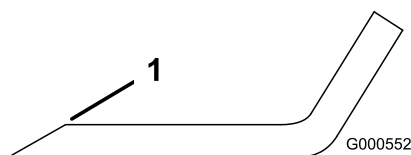

Figure 80
1. Au moyen d'une lime, aiguissez les tranchants aux deux extrémités de la lame (Figure 80).
Remarque: Si la lame est déséquilibrée, limez un peu l'extrémité de l'ailette seulement (Figure 80).